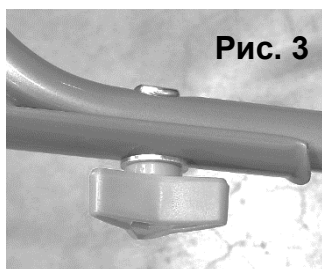

Рис. 3
4. Установите верхнюю часть рукоятки к нижней части рукоятки таким образом, чтобы не зажать и не повредить тросы управления. Закрепите верхнюю часть рукоятки зажимными механизмами со стальной шайбой (в), как показано на рис. 3.